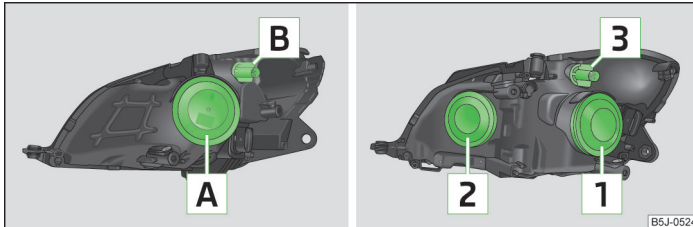

Abb. 154 Glühlampenordnung: Halogen-Scheinwerfer / Halogen-Projektorscheinwerfer
- › Die Gummiabdeckung **A** » Abb. 154 auf Seite 203 abnehmen.
- › Die Gummiabdeckung **1** » Abb. 154 auf Seite 203 abnehmen.
- › Die Gummiabdeckung **2** » Abb. 154 auf Seite 203 abnehmen.
- › Die Fassung **B** » Abb. 154 auf Seite 203 bzw. die Fassung **3** bis zum Anschlag entgegen dem Uhrzeigersinn drehen und zusammen mit der Glühlampe für Blinklicht herausnehmen.
- › Die Gummiabdeckung **A** » Abb. 154 auf Seite 203 bzw. **2** abnehmen.